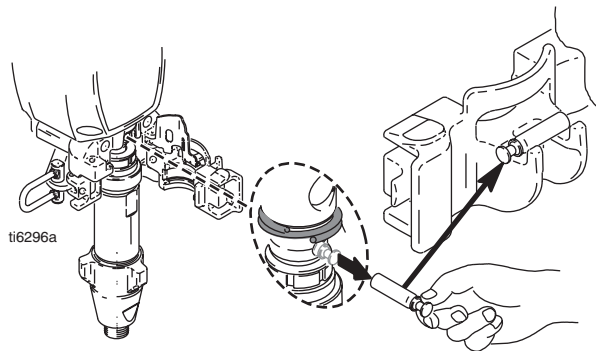

FIG. 23
2. FIG. 23. Stop pumpen med stempelstangen i bundstilling.
- 10. FIG. 23. Træk pumpestiften ud, og placer stiften i holderen.